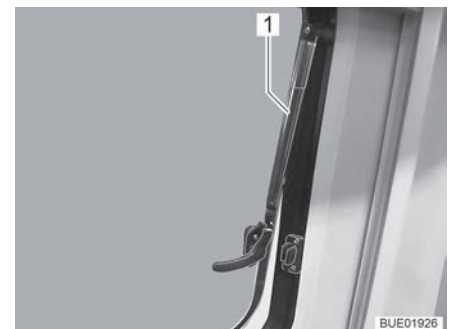

Bild 11 Överkantshängt fönster med automatik-spärrar, öppet
- Öppna det överkantshängda fönstret till önskat läge. Låt det överkantshängda fönstret haka i självständigt med (Bild 11,1) automatiska-spärrar.